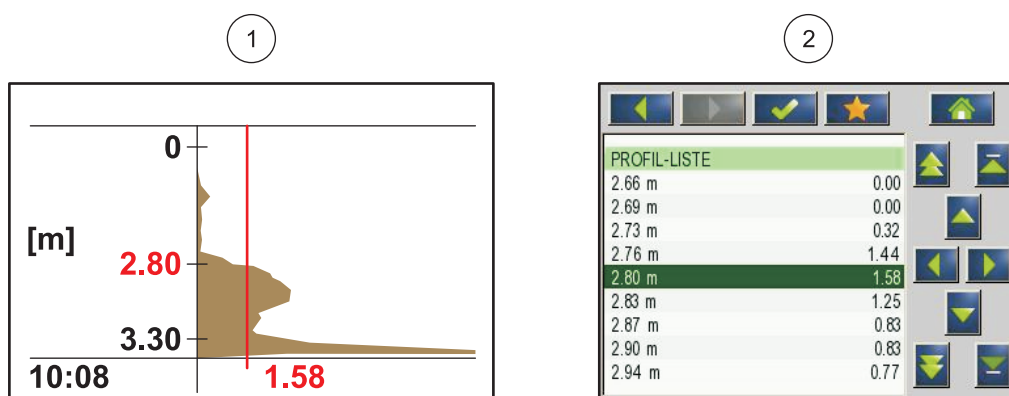

Figura 3 Perfil como gráfico e lista
Os ecos de camadas mais distantes são mais silenciosos (atenuados) do que aqueles de camadas mais próximas. O SONATAX sc compensa esta atenuação. O resultado obtido no SONATAX sc é designado como perfil. Os dados estão disponíveis no menu da sonda SENSOR SETUP (CFG SENSOR) > TESTE / MANUT. > SINAIS na lista de perfis (ver LIS. DE PERFIL na página 26) ((2) Figura 3). Com a utilização de um visor com funções gráficas (por exemplo, o sc1000) o perfil é indicado como gráfico na operação de medição ((1) Figura 3).